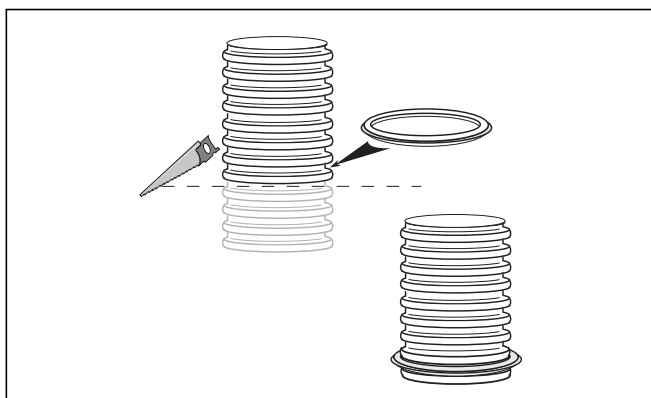

Рис. 5.37 Уменьшение длины гибкого дымохода и монтаж уплотнения
- Затем установите уплотнение в самый нижний неповрежденный гофр дымохода (см. рис. 5.37).